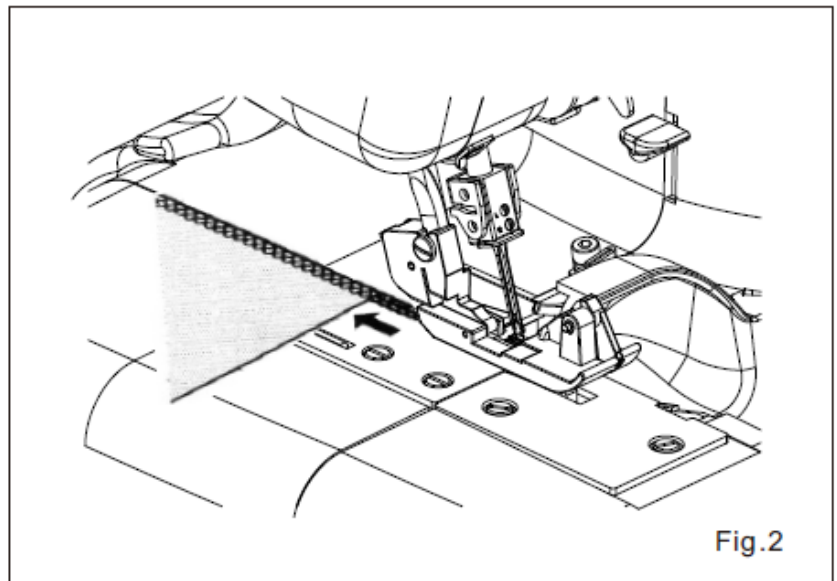

Fig.2
- Bringen Sie den Zweifadenkonverter wie in Abb. 2 und 3 abgebildet am Obergreifer an. Bei Nichtgebrauch drücken Sie den Konverter ganz nach innen (siehe Abb. 4).
Stellen Sie die Breite auf „7“, falls sich lose Schlingen an der Kante bilden (siehe Abb. 2).